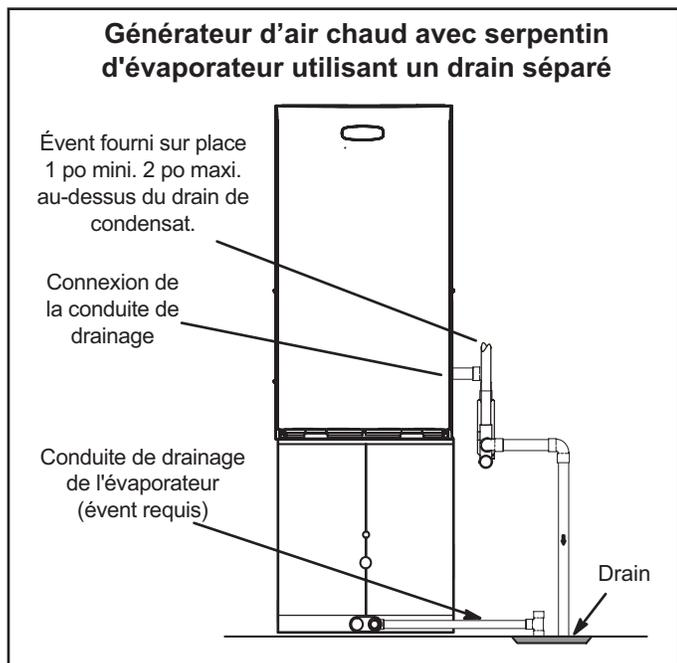
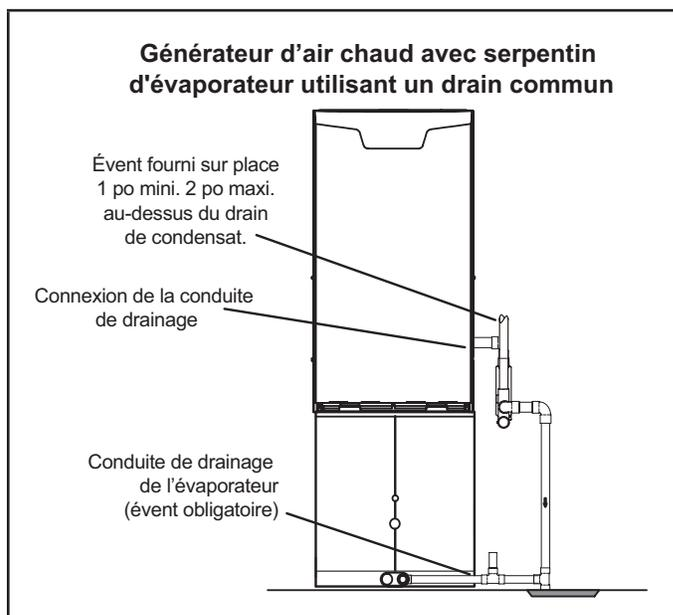

FIGURE 40
FIGURE 41
- 4 - La FIGURE 40 montre l'appareil et le serpentin d'évaporateur utilisant un drain séparé. Si nécessaire, la conduite de condensat de l'appareil et celle du serpentin d'évaporateur peuvent s'écouler ensemble. Reportez-vous à la FIGURE 41 et à la FIGURE 42. L'évacuation fournie sur place doit avoir une longueur comprise entre 1 po minimum et 2 po maximum au-dessus du raccord de sortie du drain de condensat.